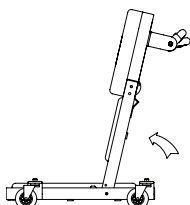

Figura 1: Configuración de asiento bajo
1. Ubique y destrabe los pasadores de seguridad con resortes para la sección central. Haga fuerza hacia afuera para retirarlos. Luego, rote el marco de la cabeza y el marco central con un movimiento ascendente, como se muestra en la figura 1, hasta colocar el pasador de seguridad en el agujero de la placa de anclaje del asiento de la plataforma (asegúrese de que el pasador de seguridad esté bien fijo). Esta es la configuración del asiento inferior.